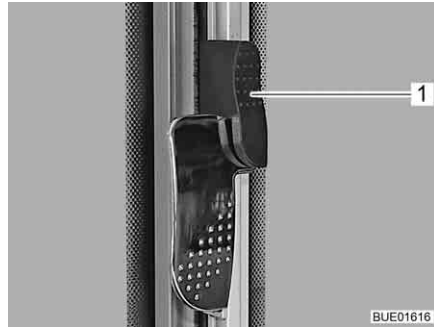

Bild 116 Skjutfönster med svängspärr (låst)
- Skjut upp låsregeln (Bild 116,1).
- Skjut ned låsregeln (Bild 116,1).